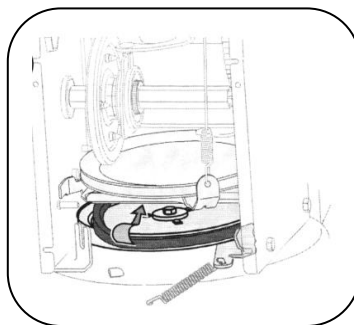

Рисунок 22
5. Снимите ремень со шкива шнека и пропустите его между опорным кронштейном и шкивом шнека. Сборка ремня шнека выполняется согласно вышеприведённой инструкции в обратном порядке (рис. 22).